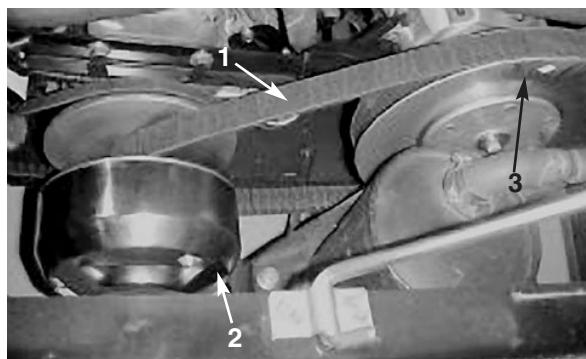

Bild 25
- Drehen und verlegen Sie den Riemen über die sekundäre Kupplung (Bild 25).
- Entfernen Sie den Riemen von der Hauptkupplung (Bild 25).